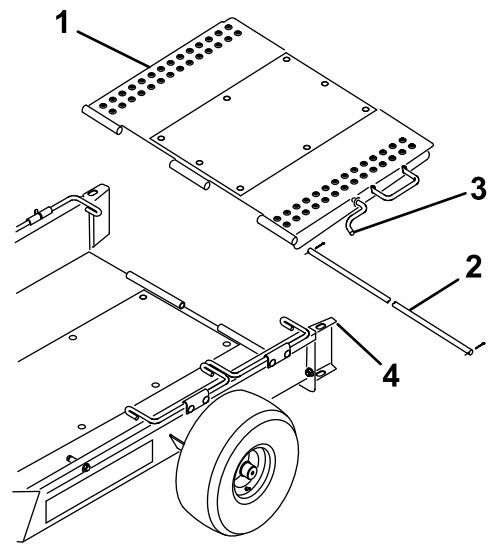

Figure 4
5. Montez la rampe à l'arrière du plateau de la remorque avec la tige d'articulation et 2 goupilles fendues (Figure 4).
6. Faites pivoter la rampe de la remorque vers le haut et accrochez le verrou de la rampe dans le trou au sommet du guide-roue (Figure 4).
8. Faites pivoter la rampe de la remorque vers le haut et accrochez le verrou de la rampe dans le trou au sommet du guide-roue (Figure 4).